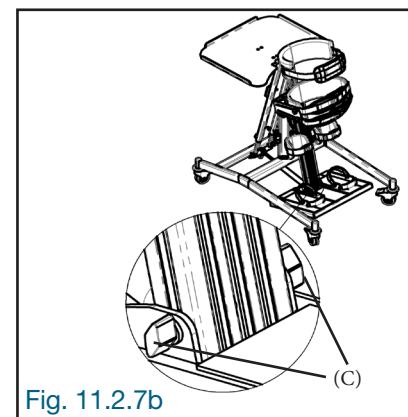

Fig. 11.2.7b
Desserrer légèrement les boutons (C) de chaque côté du plateau de pieds (A) (Fig. 11.2.7b).
Resserrer les boutons (C) de chaque côté du plateau de pieds (A) (Fig. 11.2.7b).